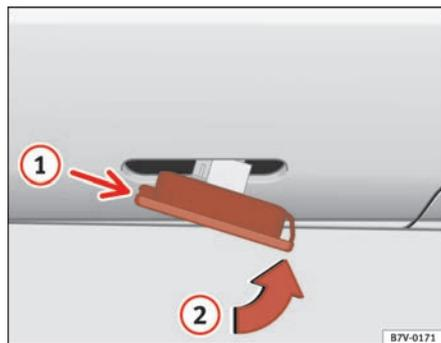

Fig. 164 Intermitente lateral
- Coloque el intermitente en primer lugar en el orificio de la carrocería, encajando las pestañas ① ⇒ página 262, fig. 164 y a continuación, coloque la lámpara como indica la flecha ②. ■